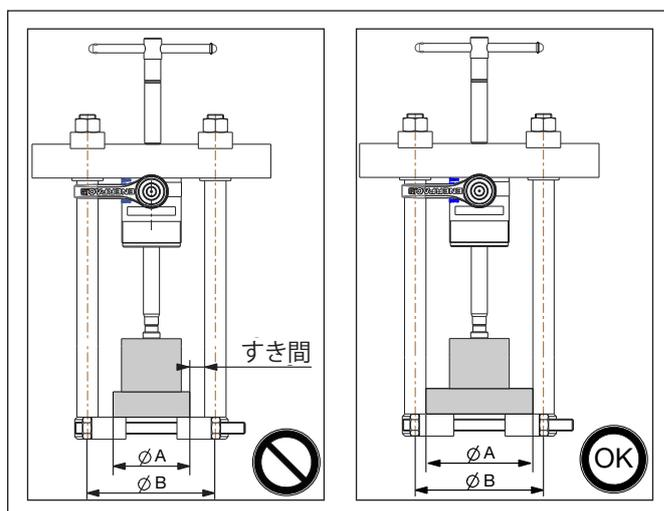

図12: ベアリングセパレーターアタッチメントの曲がりの防止
**注記** クロスベアリングプーラーのレッグと作業片本体の間にすき間を残さないでください。ベアリングセパレーターに損傷を与える可能性があります(図12を参照)。